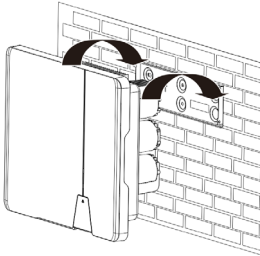
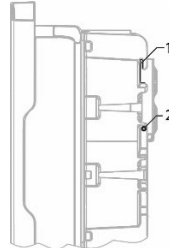

Abb. 6: Wechselrichter in die Wandhalterung einhängen
Abb. 8.2: Wechselrichter befestigen
- 2 Gerät in Montageplatte einhängen (siehe Abb. 6 und Abb. 8.2 – Pos 1.) und sicheren Sitz überprüfen.
- 3 Beiliegende Schrauben (2x M5x14mm) zur Sicherung gegen Ausheben an Bohrung (Abb.8.2 – Pos 2.) beidseitig montieren.
2 DC-Steckverbinder paarweise in die DC-Plus und DC-Minus-Anschlussstecker einstecken (Siehe Abb. 8.2)